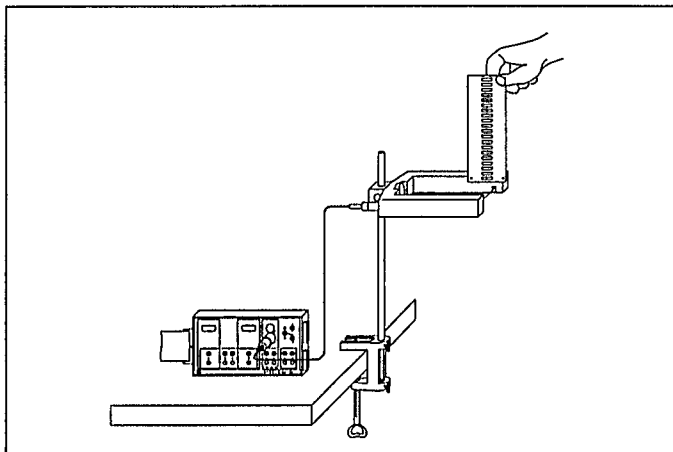

Fig. 2
- ⑥ Pieza para sujetar a la varilla de soporte de hasta Ø 14 mm
- ⑦ Magneto de soporte
- ⑧ Guía para sujetar sin ladeos, en ángulo recto, a bastidores rectangulares (Fig. 2)